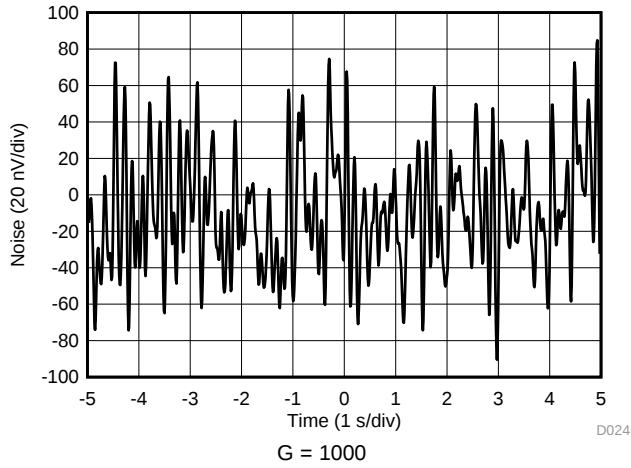

图 25. 0.1-Hz to 10-Hz RTI Voltage Noise
0.1-Hz to 10-Hz RTI Voltage Noise $G = 1000$	图 25